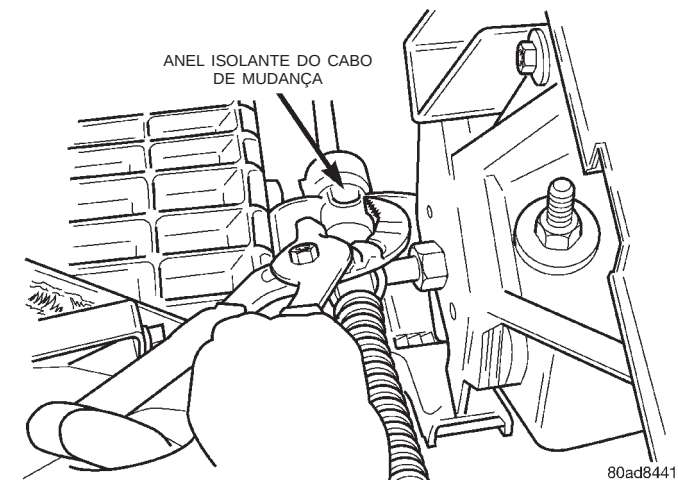
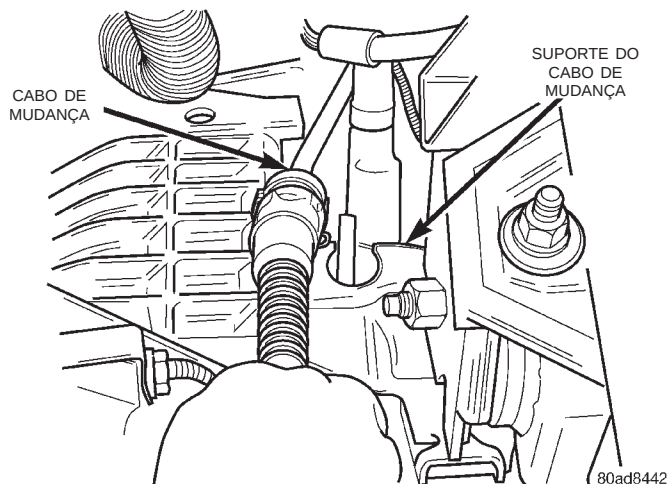

Fig. 7 Presilhas do Anel Isolante
Fig. 8 Remoção do Cabo do Suporte
(2) Com o uso de alicates, repuxe as orelhas da conexão do conduíte do cabo no suporte de montagem (Fig. 7) e empurre pelo orifício para removê-las (Fig. 8).